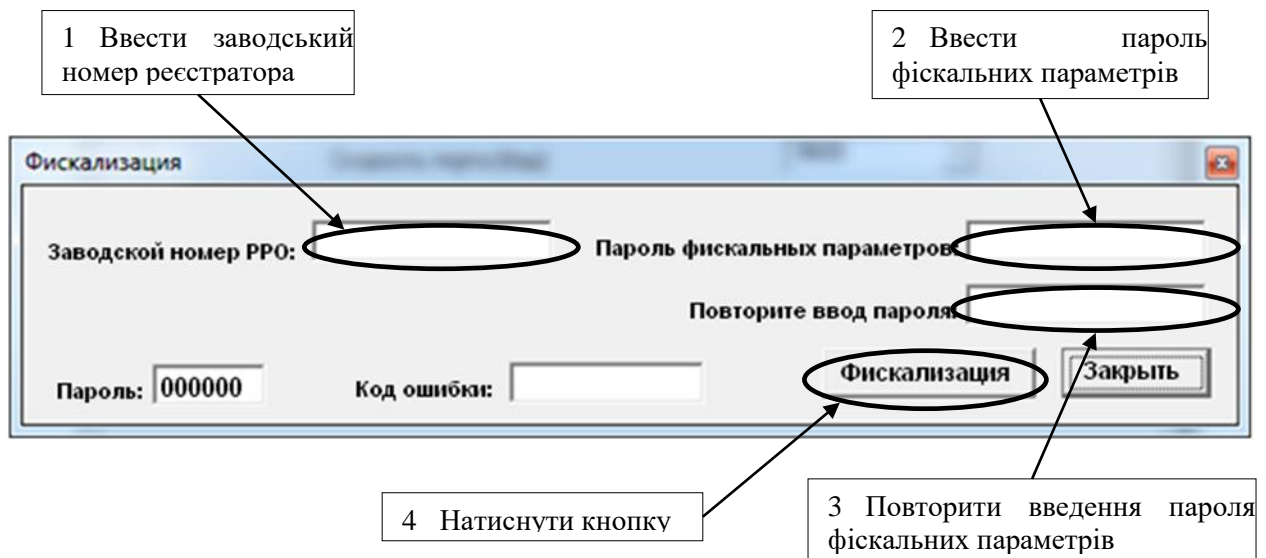

Рисунок 23
5.10 У вікні «Фискализация», що з'явиться, ввести заводський номер реєстратора. Ввести пароль фіскальних параметрів та повторити введення пароля (рисунок 23).